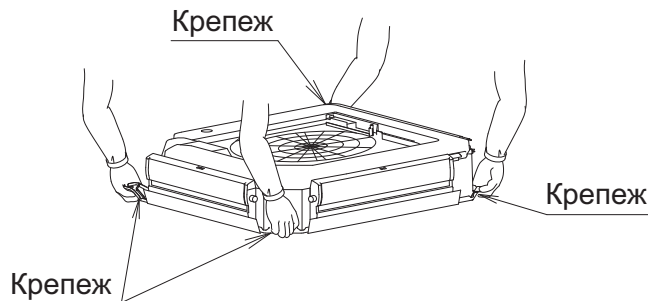

Рис. 9
- Во время переноски внутреннего блока, удерживайте его за висящую металлическую фурнитуру. (См. рис. 9)